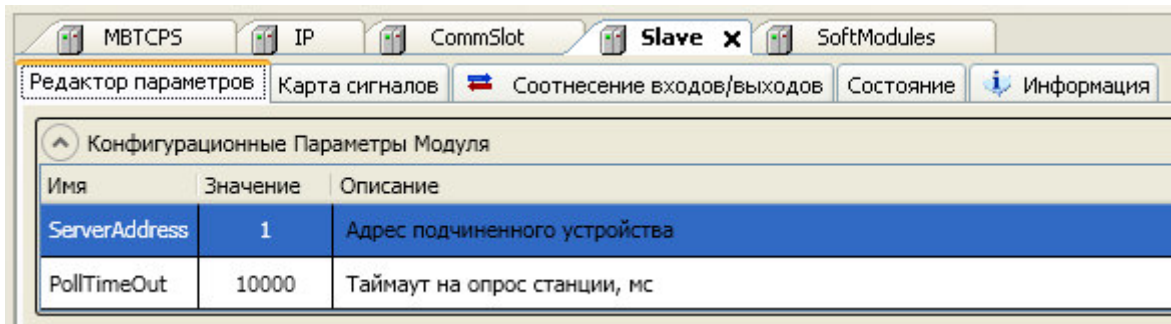

Рисунок 3.21 – Модуль Slave. Закладка Редактор параметров
- 2 Перейти на закладку *Редактор параметров* (рисунок 3.21).